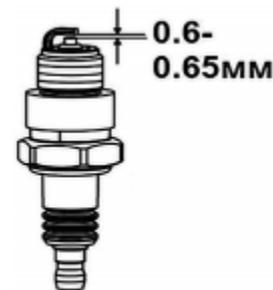

Рис.16 Свеча зажигания
4. Измерьте зазор между электродами свечи зажигания специальным щупом. Зазор должен быть 0,6-0,65мм (Рис. 16). При увеличении или уменьшении требуемого зазора рекомендуется заменить свечу, так как регулировка зазора может привести к изменению качества искрообразования.